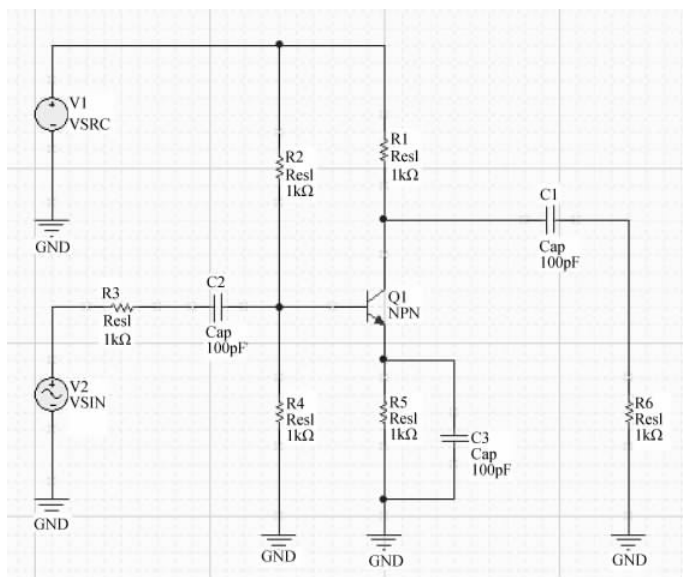

图 3-51 为电路元件和信号源分配唯一的标识符
(5) 按照前面所介绍的为元件分配标识符的方法,为电路中的元件和信号源分配唯一的标识符。图 3-51 给出分配完标识符后的原理图界面。
(6) 在如图 3-51 所示的电路中,按照前面的方法,将 V1 直流电源设置为 +12V。按图 3-52 所示,设置 V2 信号源,其参数设置为: